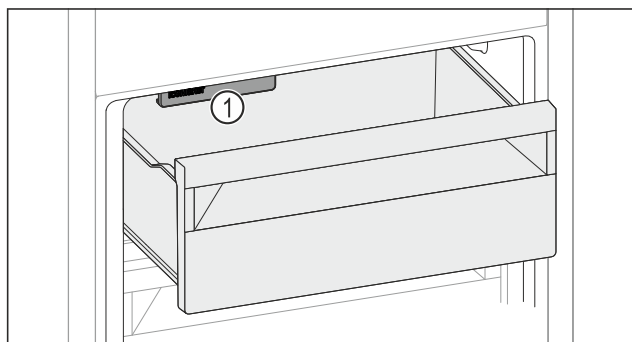

Fig. 132
- ▶ Vegye figyelembe az IceMaker-t Fig. 132 (1).